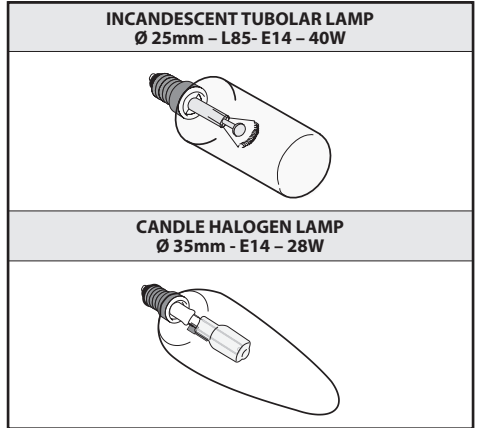

Fig.9
• **Udskiftning af glødepærer/halogenpærer (Fig.9):**